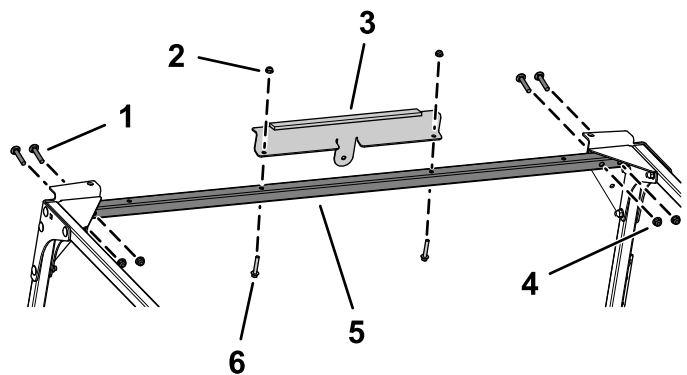

Figura 11
10. Instale sem apertar a ligação cruzada dianteira nas placas dianteiras e nas placas de canto utilizando quatro parafusos de carroçaria (5/16 pol. x 1 3/4 pol.) e quatro porcas flangeadas (5/16 pol.), como se mostra na Figura 11.
11. Instale o suporte frontal na travessa frontal utilizando dois parafusos hexagonais flangeados (1/4 x 1 1/2 pol.) e duas porcas flangeadas (1/4 pol.) conforme na Figura 11.